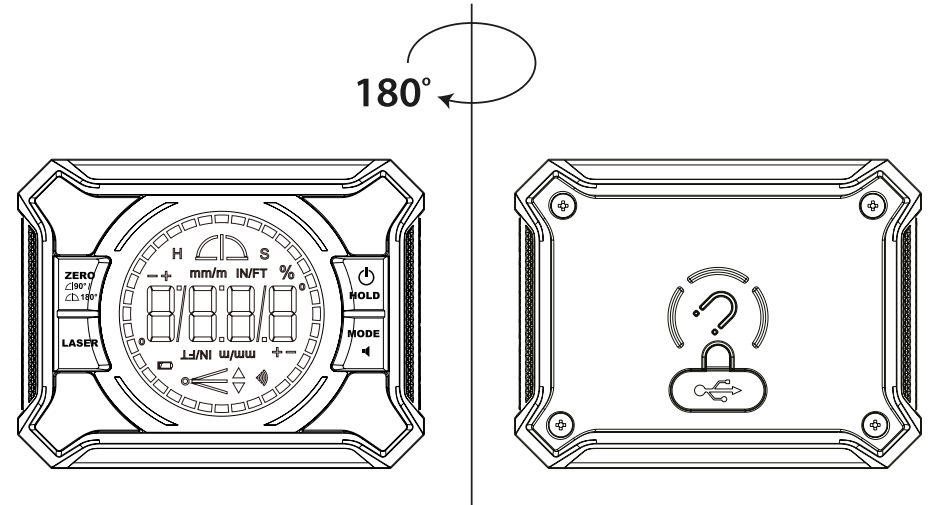

Abbildung 3
- Drücken und halten Sie (1), um das Gerät auszuschalten. Legen Sie das Gerät auf eine ebene Unterlage. Drücken und halten Sie (4) und drücken Sie dann (1), bis **CAL1** auf dem Display erscheint.
- Lassen Sie beide Tasten los. Drücken Sie (4), ohne das Gerät zu bewegen. **CAL1** beginnt zu blinken und wechselt dann zu **CAL2**.
- Drehen Sie das Gerät um 180° und drücken Sie dann (4). **CAL2** beginnt zu blinken. Wenn **CAL2** ausgeblendet wird, ist die Kalibrierung abgeschlossen (Abb. 3).
- Mantenga pulsado el botón (1) para apagar el dispositivo. Coloque el dispositivo sobre una superficie plana. Mantenga pulsado (4) y, a continuación, pulse (1) hasta que aparezca CAL1 en la pantalla.
- Suelte ambos botones. Sin mover el dispositivo, pulse (4). CAL1 empieza a parpadear y luego cambia a CAL2.
- Gire el dispositivo 180° y pulse (4). CAL2 empieza a parpadear. Cuando CAL2 desaparezca, la calibración se habrá completado (Fig. 3).